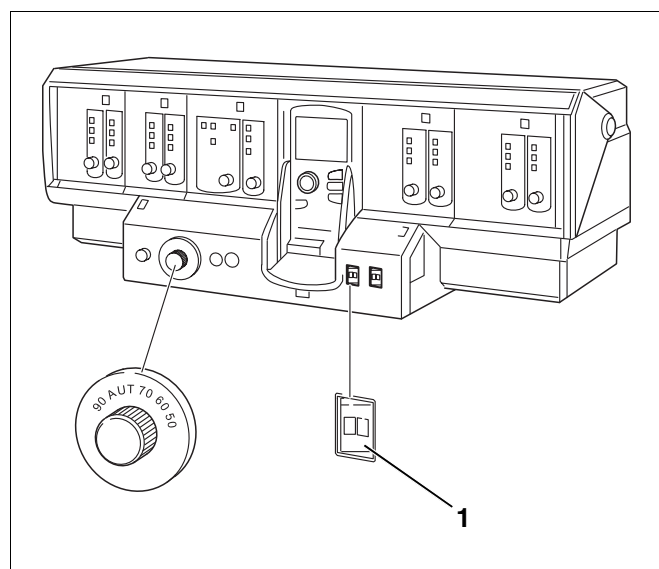

Fig. 64 Eksempel vist med Logamatic 4311
- Sæt driftskontakten (Fig. 64, pos. 1) på instrumentpanelet i stilling „0“.